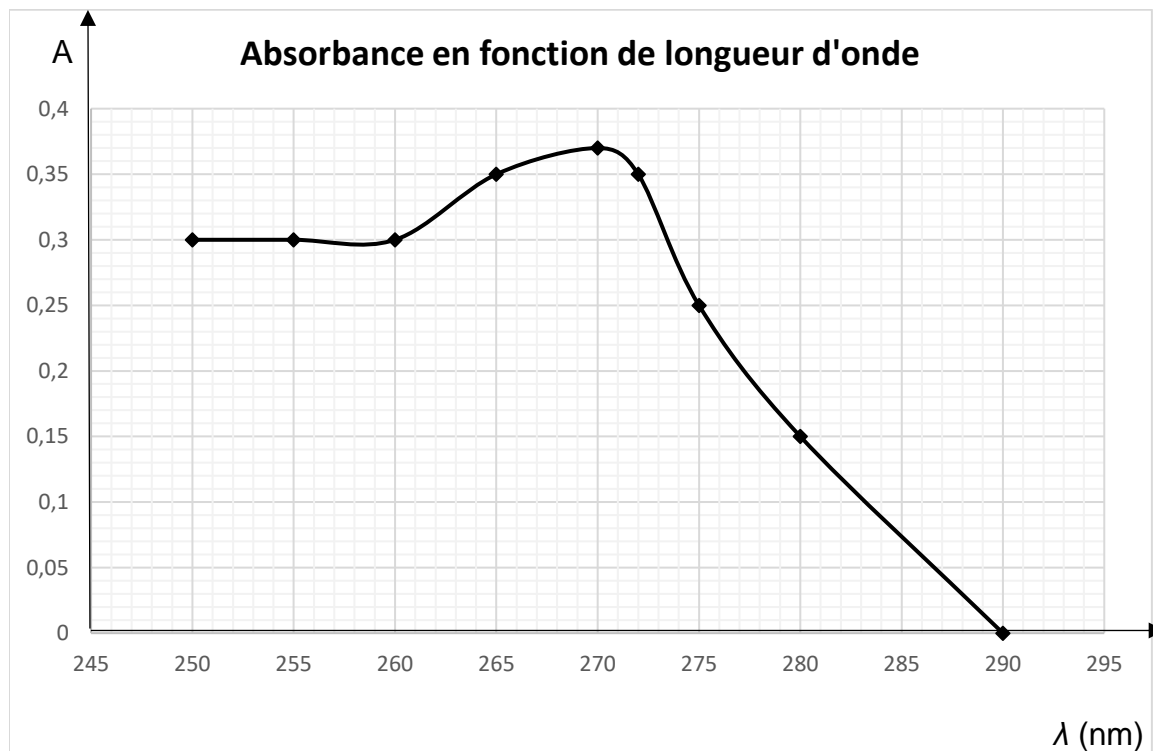

Figure 4. Spectre d'absorption des ions benzoate en solution aqueuse
5.1. À l'aide du graphe de la figure 4, expliquer à quelle longueur d'onde  $\lambda$  le spectrophotomètre doit être réglé pour les futures mesures.